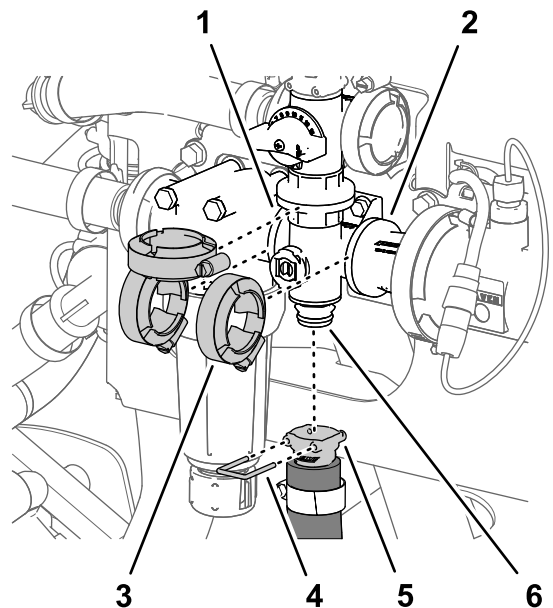

Figura 110
- Retire la grapa que sujeta el acoplamiento rápido de la manguera de agitación al distribuidor de la válvula de agitación (Figura 110).
2. Retire las 3 bridas de fijación que sujetan el distribuidor de la válvula de agitación a las bridas de la cabeza del filtro de presión y el adaptador de acoplamiento (Figura 110).